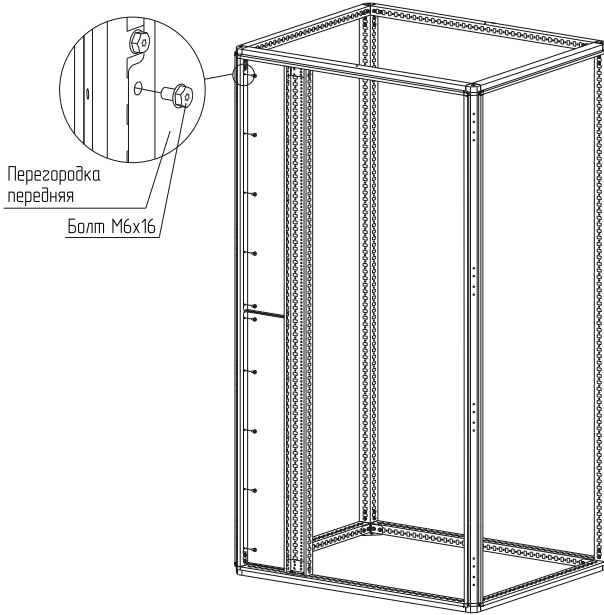

Рисунок 57
4.29.3 Закрепите перегородку к стойкам в верхней части шкафа болтами М6х 16 (рисунок 57). Момент затяжки – 7 Н·м. Болты в комплект не входят.